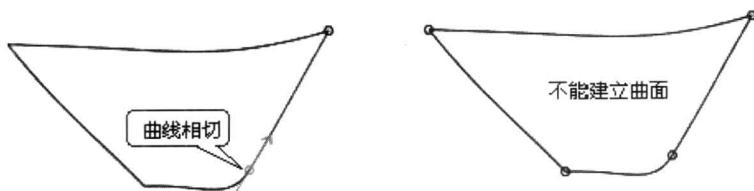

图 1-13 曲线相切不能建立曲面
- 当相邻曲线存在相切状态时，根本就不能直接建立曲面。而且系统还会提示：无法生成曲面 – 曲线以相切方式相交，如图 1-13 所示。